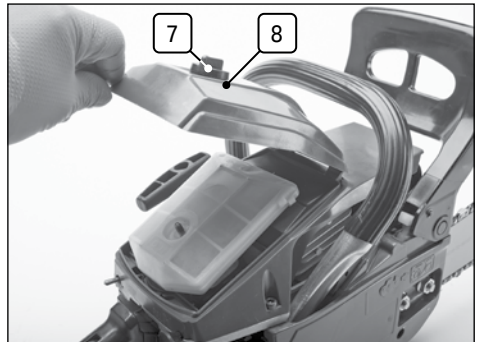
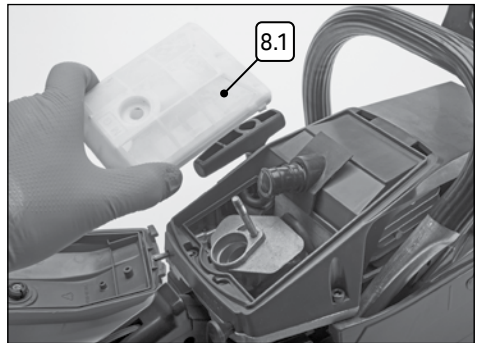

Fig. 27
Fig. 28
8.6 Air Filter (Figs.27 – Fig. 28)